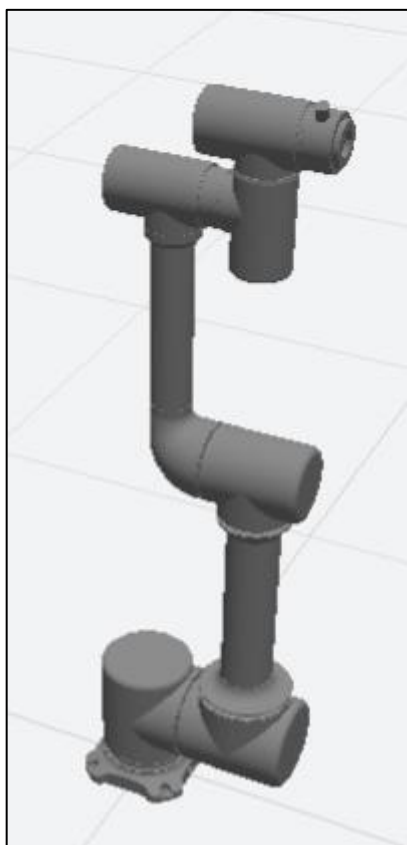

Рисунок II-5 – Область виртуальной среды
2. Область виртуальной среды воспроизводит движения настоящего манипулятора в виртуальной среде (см. Рисунок II-5). С помощью курсора мыши виртуальный манипулятор можно приблизить, отдалить и рассмотреть со всех сторон.
3. Виртуальная среда – воспроизводит движения настоящего манипулятора в виртуальной среде. С помощью курсора мыши виртуальный манипулятор можно приблизить, отдалить и рассмотреть со всех сторон (см. Рисунок II-5).